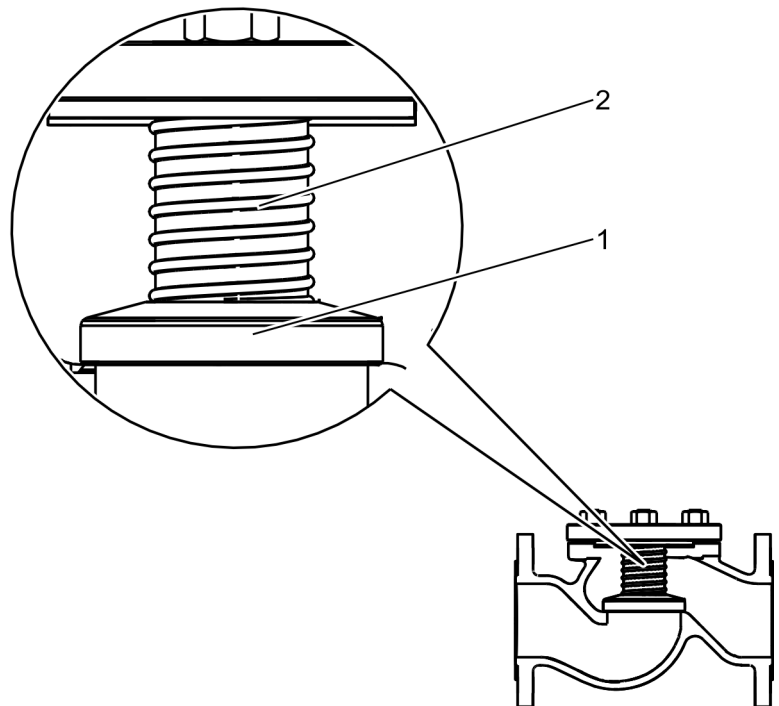

Abb. 5: Absperrorgan
- Rückschlagkegel (Abb. 5/1)
- Druckfeder (Abb. 5/2)
Die Vorspannung der Druckfeder (Abb. 5/2) führt dazu, dass der Rückschlagkegel im Normalzustand (kein Medium in der Rohrleitung bzw. zu geringer Druck des Mediums) in den Sitz gedrückt wird und die Eintritts- von der Austrittsseite der Armatur getrennt ist.